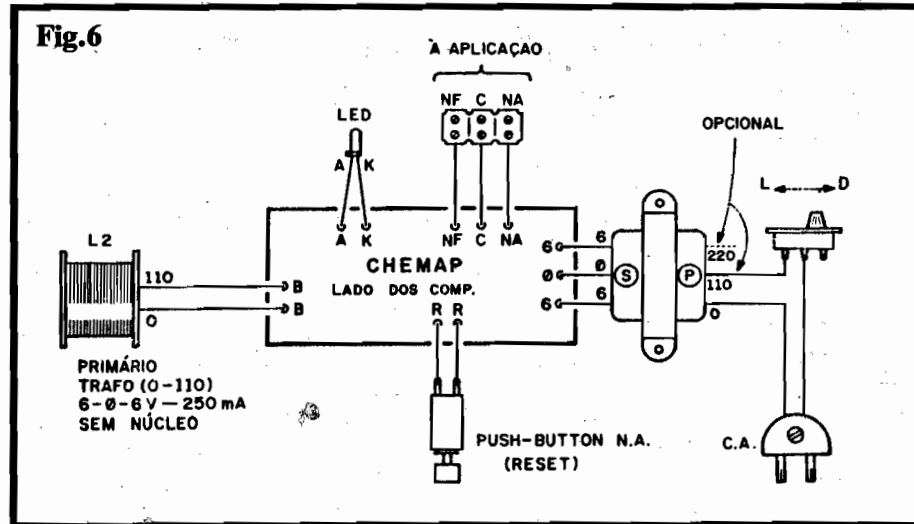

Fig.6
- FIG. 6 - CONEXÕES EXTERNAS À PLACA DA "FECHADURA" - Comparando inicialmente com a figura 3 ("chapeado"), temos agora a placa, ainda vista pela sua face não cobreada, porém enfatizando-se as ligações periféricas (externas). Os pontos que merecem maior cuidado referem-se às ligações ao transformador de força (verificar, inclusive, a opção de conexão para rede de 110 ou de 220V, junto ao primário (P), ao LED (atenção à identificação dos terminais do componente), ao conetores de saída/utilização (observar a codificação das funções "NF-C-NA"...). As ligações à bobina L2 (pontos "B-B") e ao push-button de RESET (pontos "R-R") são diretas e sem codificações especiais... Tanto durante a fase do "chapeado" (fig. 3), quanto nas conexões externas, sempre que surgirem dúvidas de identificação, o Leitor/Hobbysta deve recorrer ao TABELÃO APE, encarte permanentemente situado lá nas nossas primeiras páginas, junto à História em Quadrinhos... Também nessas duas fases da montagem, tudo deve ser "super-conferido" ao final, antes de serem "amputadas" as sobras de terminais, pontas de fios, etc... Ve-